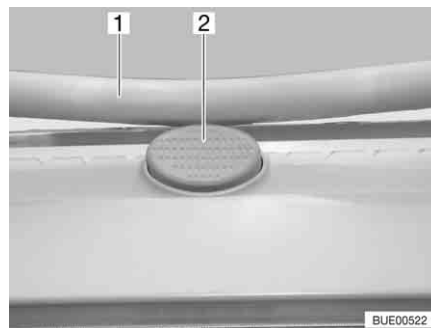

Fig. 72 Bouton de sûreté sur le lanterneau Heki
- Appuyer sur le bouton de sûreté (Fig. 72,2) et tirer l'étrier (Fig. 72,1) vers le bas avec les deux mains.
- Pousser l'étrier vers le haut avec les deux mains jusqu'à ce que ce dernier se trouve au-dessus du bouton de sûreté (Fig. 72,2).